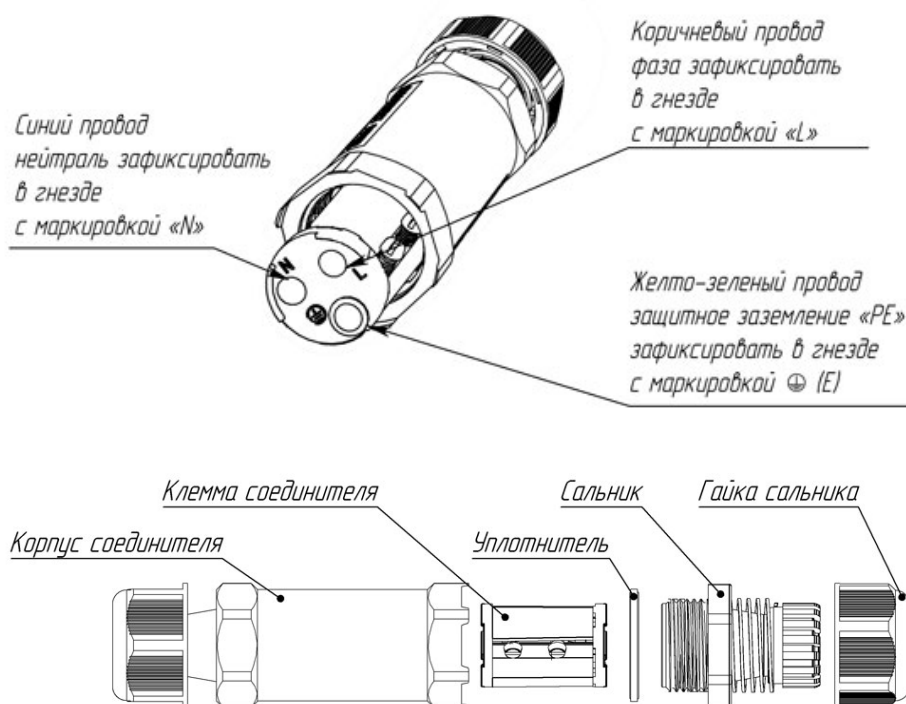

Рис. 3
6.6.4 Подключить светильник к питающей сети с помощью IP-разъема (Рис.3). Для сохранения степени защиты IP67 необходимый диаметр сечения кабеля должен быть 5-12 мм с проводами диаметром 0,75-2,5 мм.